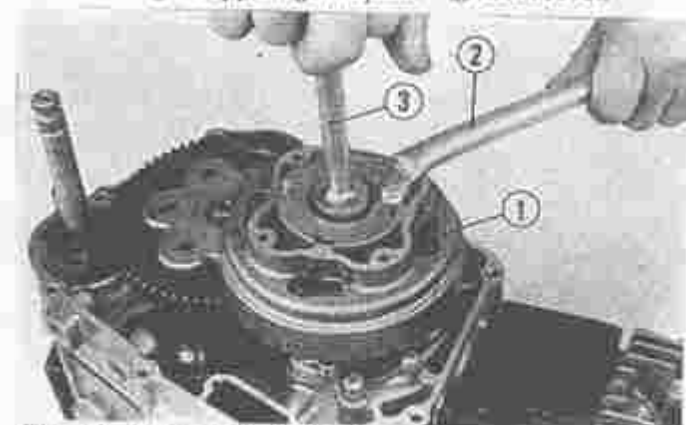

Fig. 45 Demonteren van koppeling
- 4) Verwijder de koppeling-bevestigingsmoer met borgplaat en neem de koppeling van de krukas. (Fig. 45)